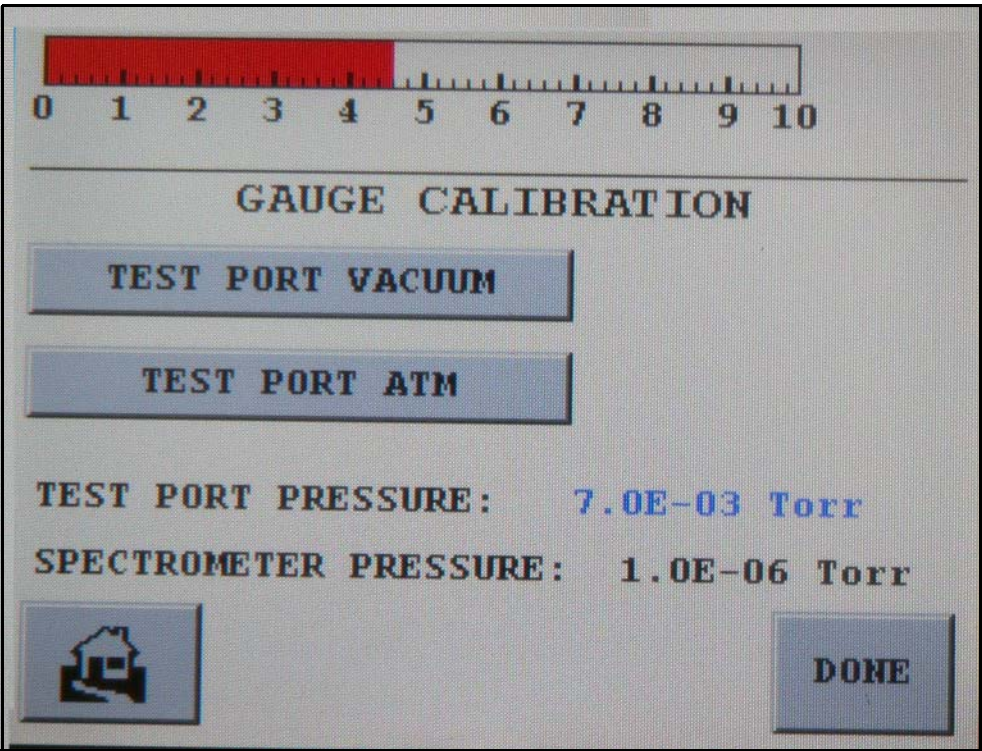

图 2-22 真空计校准
如果真空计选项被激活，轻触“Set-Up”屏幕上的 **Gauge Calibration**，出现“真空计校准”屏幕（图 2-22）。
2. 等待大约 10 秒钟，以便测试端口压力稳定下来，然后进入“Gauge Calibration”屏幕（第 2-44 “页图 2-22”）。